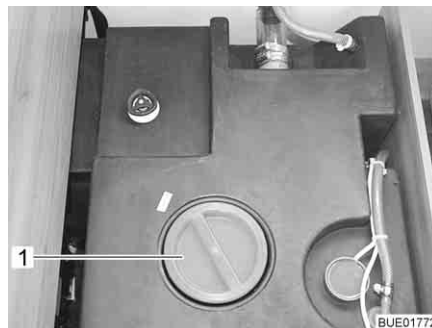

Fig. 160 Ouverture de nettoyage du réservoir d'eau
- Enlever le couvercle de fermeture (Fig. 160, 1) du réservoir d'eau.